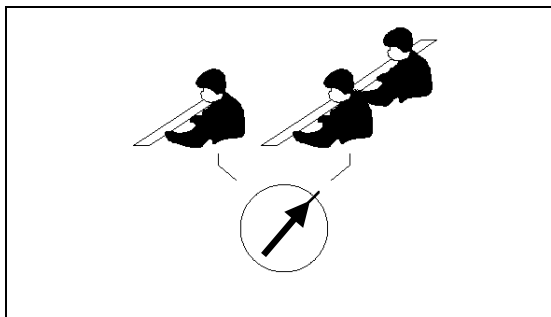

Abb. 7-25 Schlüsselschalter Betrieb mit zwei Bedienstationen
- Schlüsselschalter Betrieb mit zwei Bedienstationen auf „Steuerung durch zwei Bediener stellen“ (Abb. 7-25).